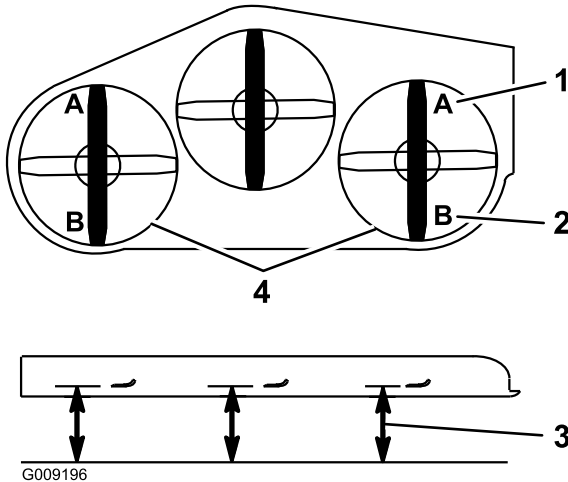

Figura 107
9. En ambos lados de la carcasa, mida desde la superficie nivelada hasta la punta delantera de la cuchilla (Posición A), según se muestra en la Figura 107.
15. En ambos lados de la carcasa, mida desde la superficie nivelada hasta la punta trasera de la cuchilla (Posición B), según se muestra en la Figura 107.